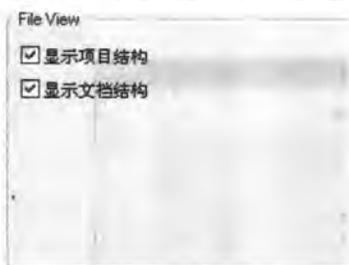

图 2-13 **【File View】** 选项组
2) 【File View】选项组 该选项组中有 2 个复选框，如图 2-13 所示。两个复选框的系统默认值均为选中状态。